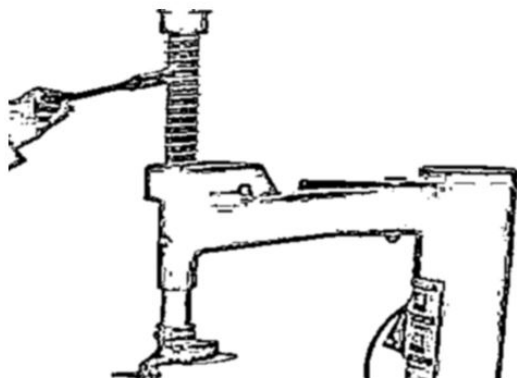

FIG23
2. Brug et egnet metal rensmiddel til at rengøre sekskantakslen (Fig. 23) og maskinolie til smøring.